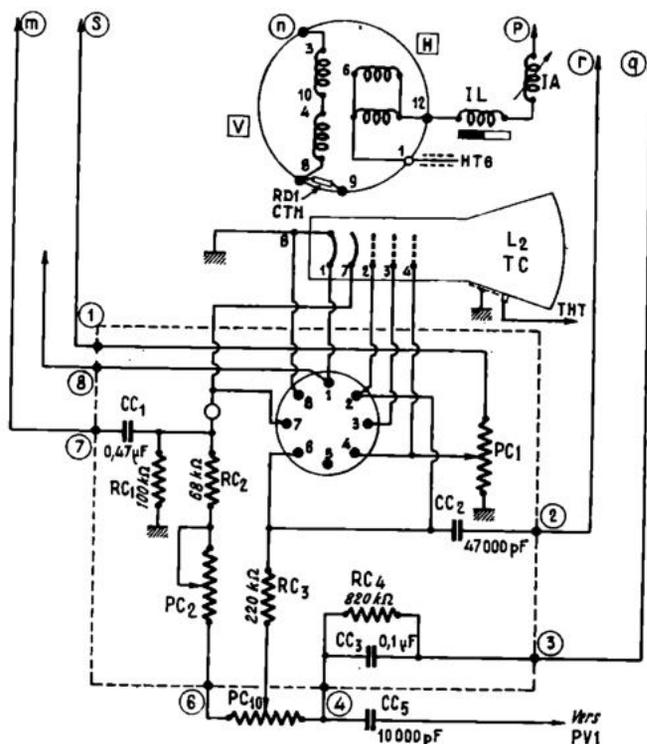

FIG. 13
Il doit être alimenté en tension filament, en HT pour l'anode accélératrice, en THT pour l'anode finale ; des réglages de luminosité, concentration, doivent être prévus. La figure 13 donne le schéma de montage du tube et des dispositifs et circuits associés.
d) Mettre PC10 en position maximum de lumière. Ce potentiomètre est monté entre les points 6 et 4 (fig. 13) dans le diviseur de tension prévu pour cathode et wehnelt.